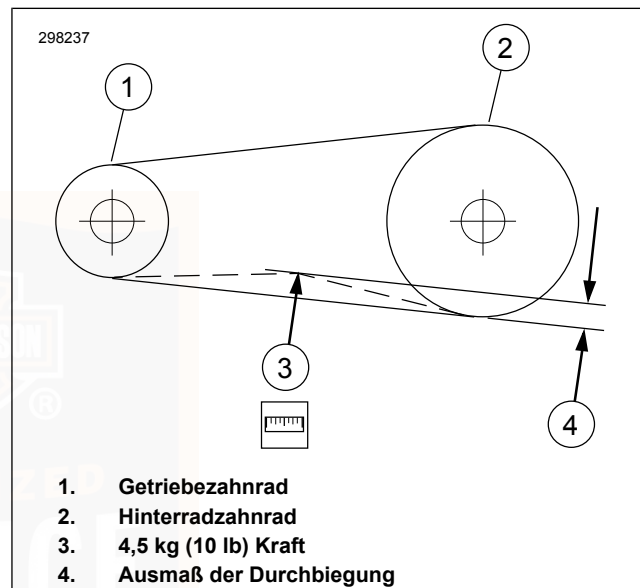

Abbildung 75. Riemendurchbiegung überprüfen
- b. **Alle anderen Modelle:** Siehe Abbildung 75. Bei stillgehaltenem Messgerät Riemendurchbiegung (4) messen.